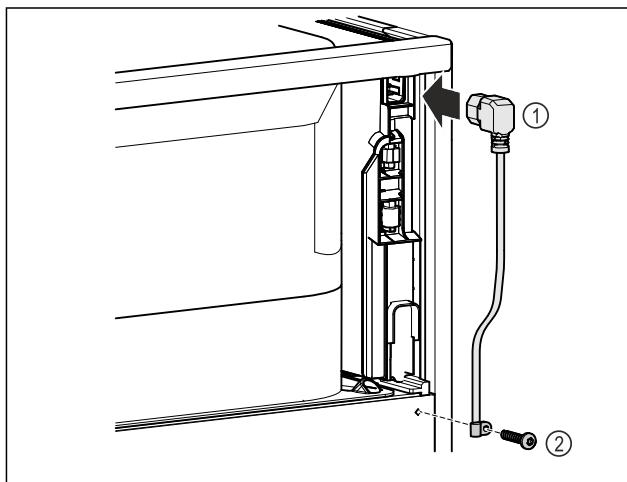

Fig. 72
- Insertar el conector para aparatos de frío del cable de alimentación Fig. 72 (1) en la parte posterior del dispositivo.
► Montar la protección contra tirones Fig. 72 (2).